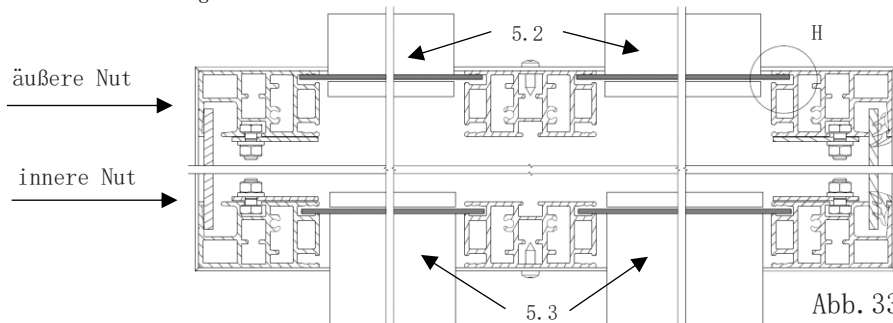

Abb. 33
- nach unten schieben und 15 mm von der Kante des Rahmens festsetzen! (Abb. 33)